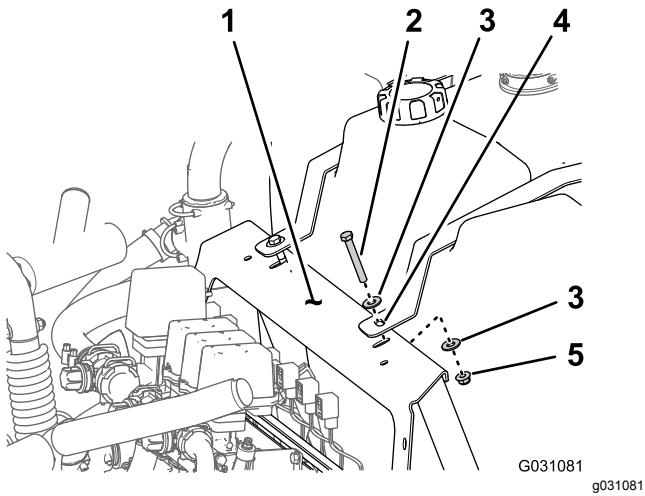

Bild 1
- C. Entfernen Sie die zwei Schrauben (3/8" x 2 3/4"), zwei Sicherungsbundmuttern (3/8") und vier Scheiben (3/8"), mit denen die Riemen für den Spülbehälter an der Verteilerbefestigung befestigt ist (Bild 1).